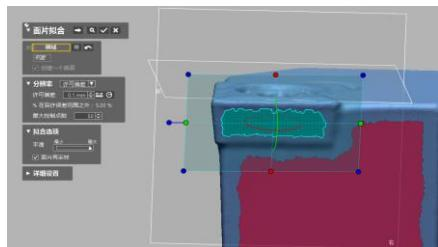
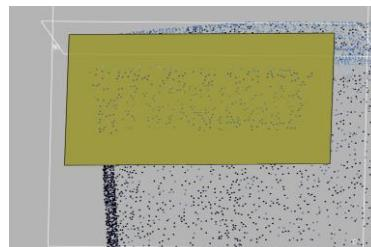

图 4.54 面片拟合对话框
图 4.55 拟合的片体
2) 点击菜单栏模型>面片拟合图标 , 弹出面片拟合对话框, 选择领域, 分辨率为许可偏差, 许可偏差值为 0.1, 平滑条拖到最大, 如图 4.54 所示, 点击确定创建片体如图 4.55 所示。